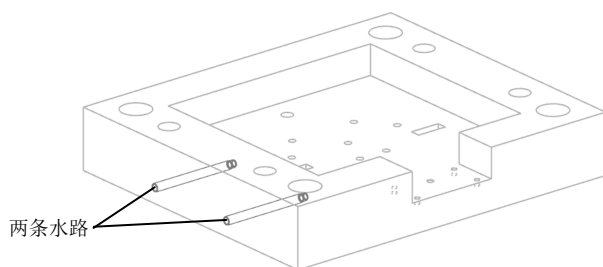

图 16-57 创建水路通道 1、2
(7) 单击“指定”按钮，创建水路通道 1。
(8) 将“X 偏置”设为-50mm，“Y 偏置”设为-45mm，创建水路通道 2，如图 16-57 所示。